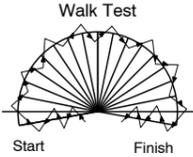

Fig. 6
3. Démarrer en dehors de la zone et avancer jusqu'à ce que la lumière s'allume (FIG. 6).